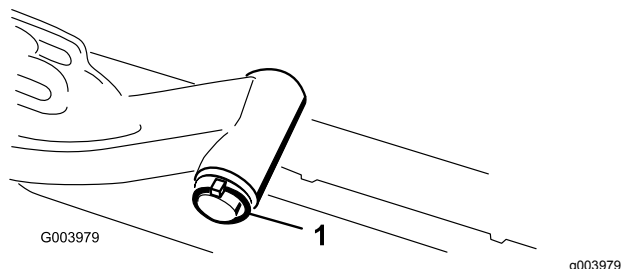

Figura 9
A. Togliete l'acciarino e la rondella che fissano l'albero di articolazione al braccio di sollevamento ed estraete l'albero dal braccio di sollevamento (Figura 9).
C. Inserite l'albero del braccio di sollevamento nel braccio di sollevamento, e fissatelo con la rondella e l'acciarino (Figura 9).